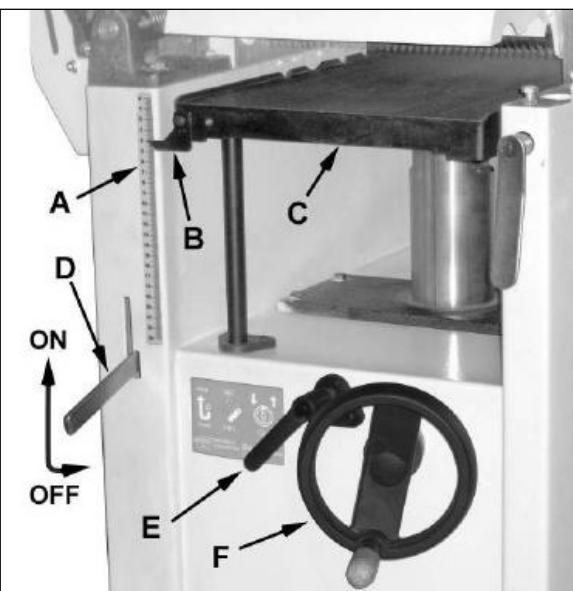
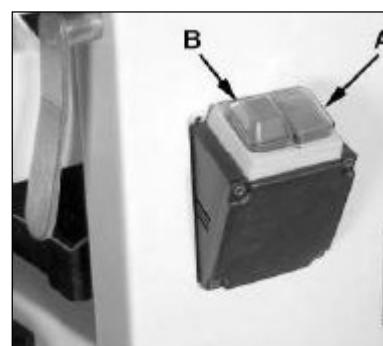
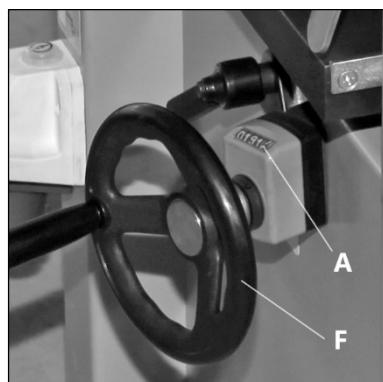

Рисунок 4.
Рисунок 5.
Рисунок 6.
Для включения автоматической подачи установите ручку подачи рейсмусового станка D (рис. 4) в верхнее положение включает подачу станка. Опустив ручку в нижнее положение, вы отключите подачу.
Станок включается при помощи зеленой кнопки А (рис. 5) выключателя, выключается при помощи красной кнопки В. Включение и выключение автоматической подачи заготовки при рейсмусовании осуществляется рычагом D (рис. 4).
- Разблокируйте фиксатор Е стола С (рис. 4).
Примечание: каждый оборот маховика F приводит к перемещению стола С на 4 мм вверх или вниз. Индикатор А на основании маховика показывает расстояние от стола до вала (рис. 6). Указатель В (рис. 4) показывает положение рейсмусового стола относительно ножевого вала по шкале А, расположенной сбоку на основании станка.